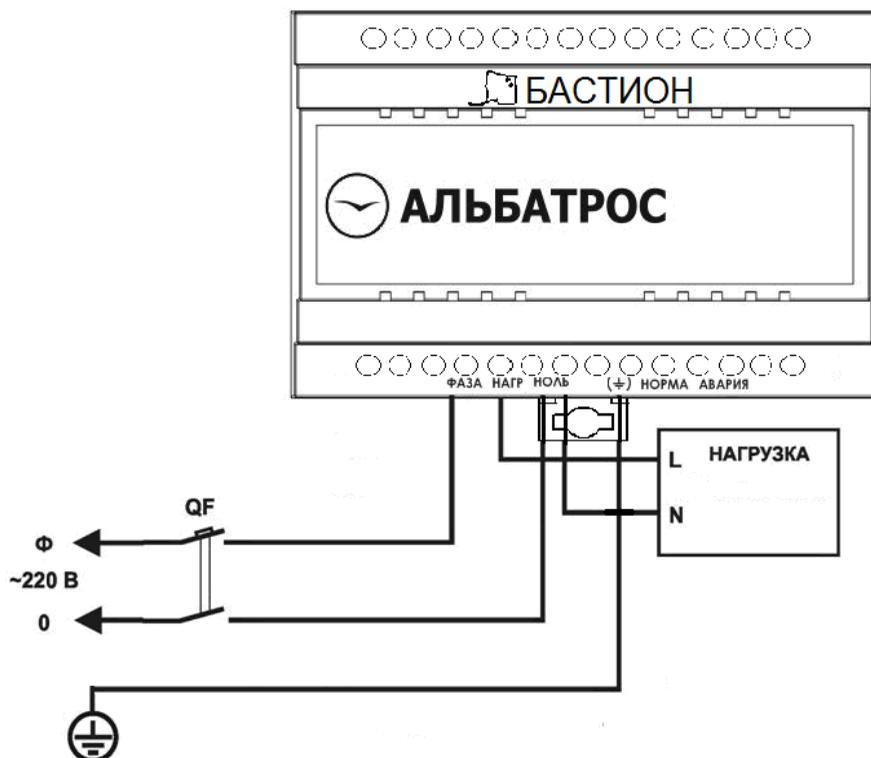

Рисунок 3 – схема подключения изделия и нагрузки 2-го класса
Через автоматический выключатель QF, рассчитанный на ток 6А подключите блок и нагрузку в сеть, руководствуясь схемой (см. рисунок 3, 4). При подключении блока следите за тем, чтобы автоматический выключатель находится в выключенном состоянии.
- Проверьте правильность произведенного подключения (см. рисунок 3,4).